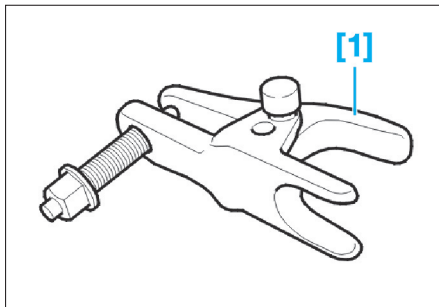

FIG. 1
- [1]. Extracteur pour rotule de pivot (réf : 999 2945) (Fig.1).